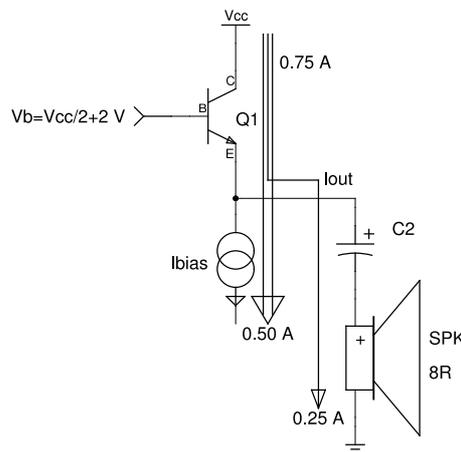

Figura 9.5: Tensiones positivas con condensador de acople salida
- Tensión de entrada positiva: $V_+ = V_{e1} > \frac{V_{cc}}{2}$, $V_{out} > 0$. El altavoz exige ser atravesado por una corriente positiva. Cómo la fuente de corriente impone una corriente de polarización, la corriente extra demandada por el altavoz sólo puede provenir de Q1. Ver figura 9.5.